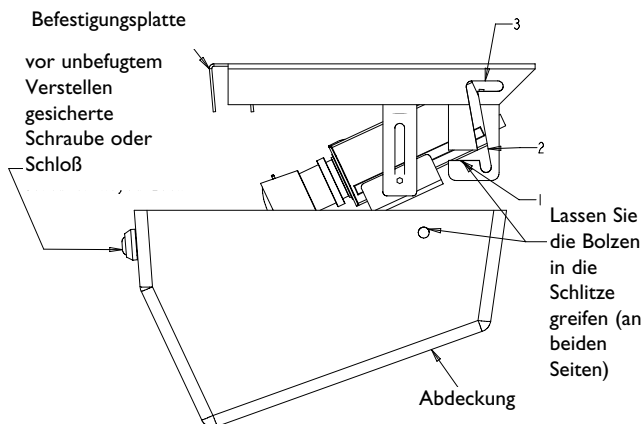

Abbildung 11: Installieren der Abdeckung
1. Bringen Sie die Abdeckung an. Dabei richten Sie die beiden Bolzen an der Rückseite der Abdeckung so aus, daß sie in die z-förmigen Schlitz in der Befestigungsplatte eingreifen können. Schieben sie die Abdeckung zuerst nach hinten, anschließend nach oben und dann wieder nach hinten. Befestigen Sie die gegen unbefugtes Verstellen gesicherte Schraube bzw. schließen Sie das Gehäuse mit dem dazugehörigen Schlüssel ab. Siehe Abbildung 11.